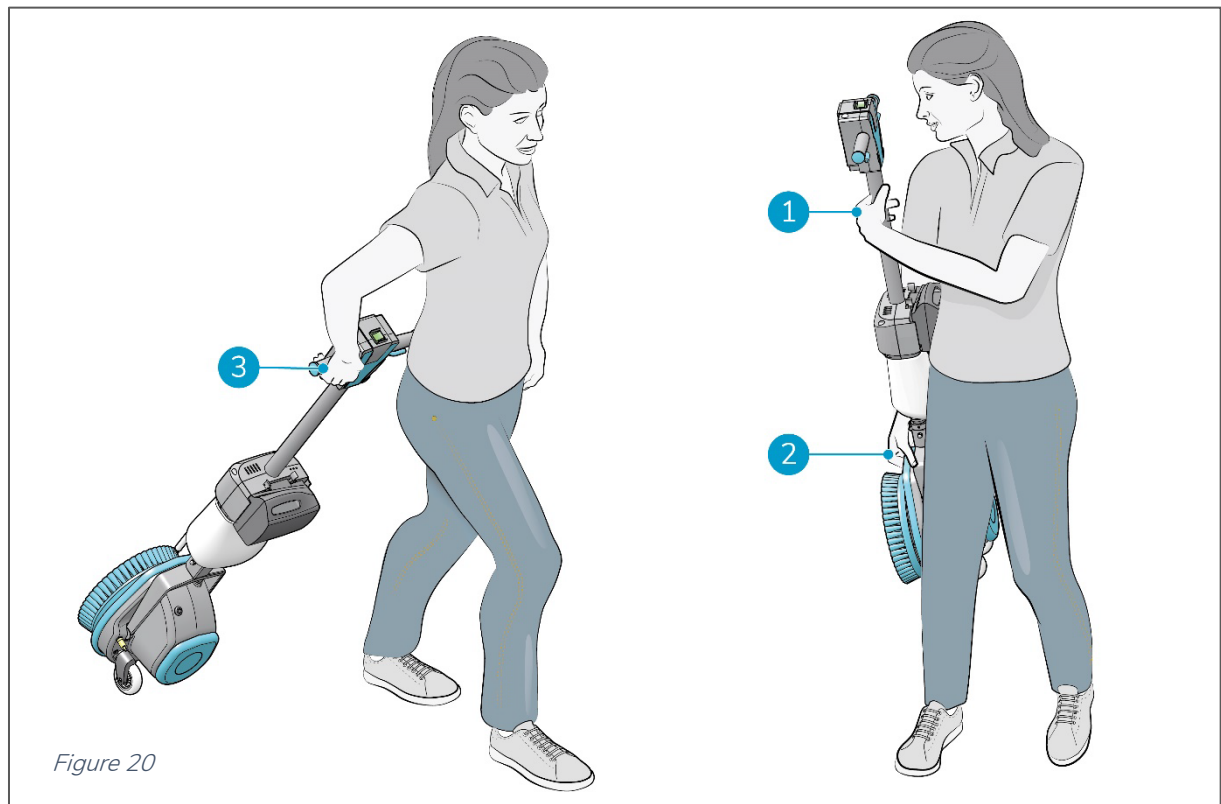

Figure 20
2. Tenez la poignée d'une main (Figure 20, POS 3).
1. Tenez la poignée d'une main (Figure 20, POS 1).
2. Soulevez le plateau de lavage avec l'autre main (Figure 20, POS 2).